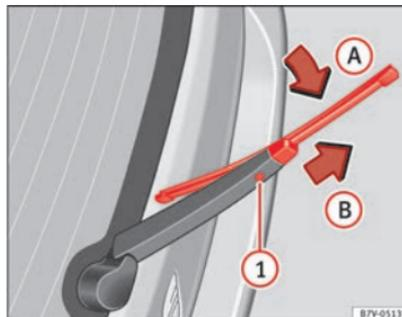

Fig. 119 Sostituzione della spazzola del lunotto.
- Sollevare il braccio del tergicristallo dal parabrezza e abbassarlo di un angolo di circa 60° ⇒ fig. 119.
- Tenere premuto il tasto di sbloccaggio ①.
- Abbassare la spazzola nella direzione del braccio del tergicristallo ⇒ fig. 119 (freccia A) e contemporaneamente tirare in direzione della freccia B. Potrebbe essere necessario applicare molta forza.